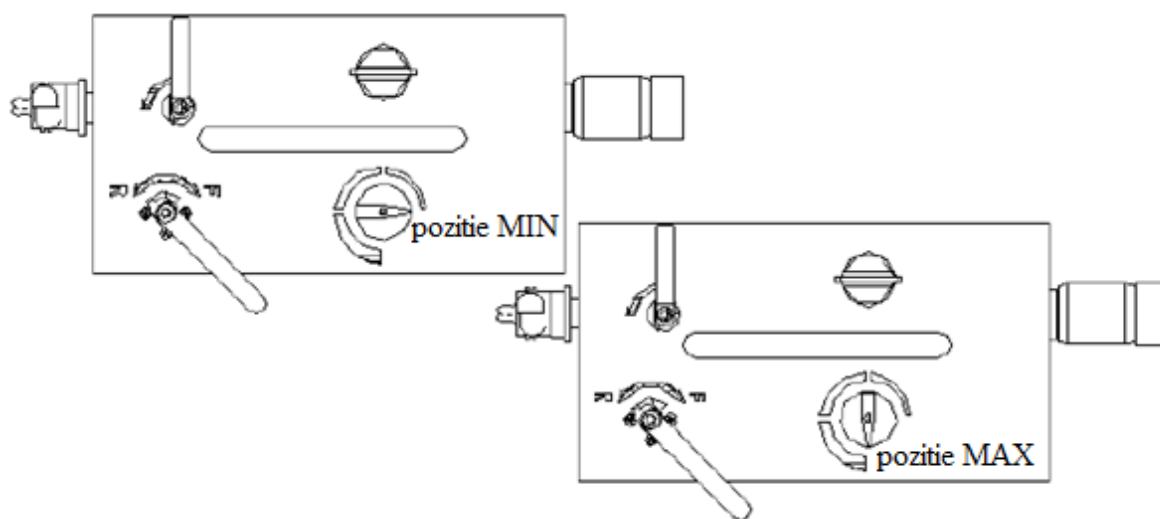

Figura 9.1.1
- Porniti racheta pentru 20 de secunde cu lubrifiere maxima (Figura 9.1.1)
- a) Folosind aer comprimat, curatati furtunul de nisip, ulei si apa, cu supapa de lubrifiere in pozitie inchisa (Figura 9.1.1).